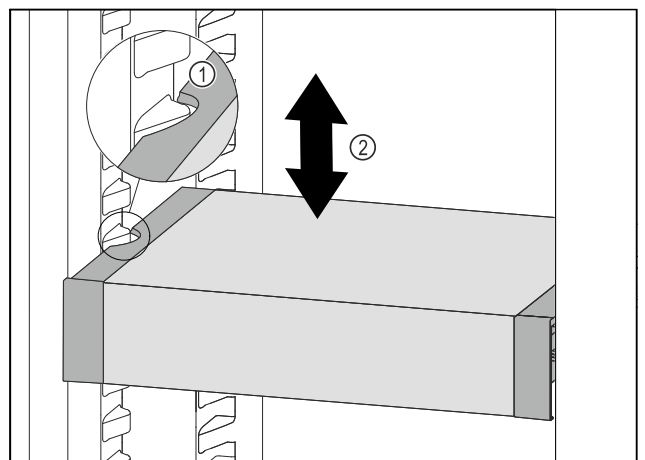

Fig. 67
- ▶ VarioSafe naar voren trekken tot de uitsparingen aan de zijkant van de VarioSafe zich ter hoogte van de rib in het koelgedeelte bevinden. Fig. 67 (1)
- ▶ VarioSafe in het koelgedeelte omhoog of omlaag bewegen tot de gewenste hoogte is bereikt. Fig. 67 (2)